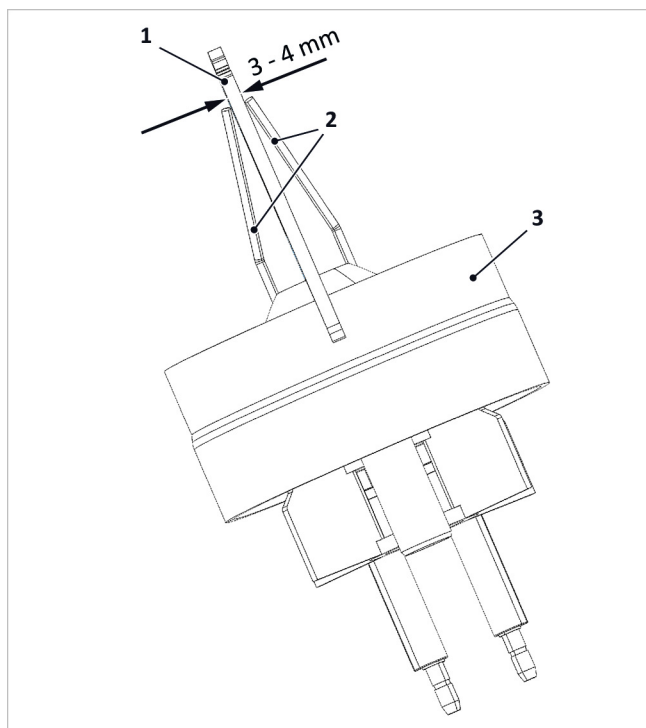

Fig. 58: Controllo della distanza degli elettrodi di accensione
5. Controllare le distanze degli elettrodi, come indicato nella → fig. 58, ed eventualmente correggere piegando con attenzione.